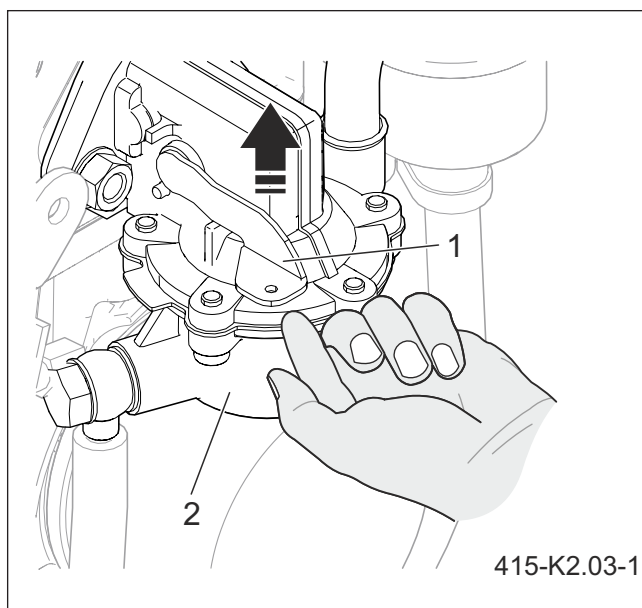

Рисунок 7.3 Закачка топлива при помощи рычага ручного насоса
(1) ручной рычаг (2) топливный насос
При первом наполнении топливного бака, когда топливная система еще пустая или после замены топливного фильтра, необходимо обязательно сначала закачивать топливо при помощи ручного рычага (1) топливного насоса (2) (РИСУНОК 7.3) до момента, пока не услышите, что топливо возвращается в бак.